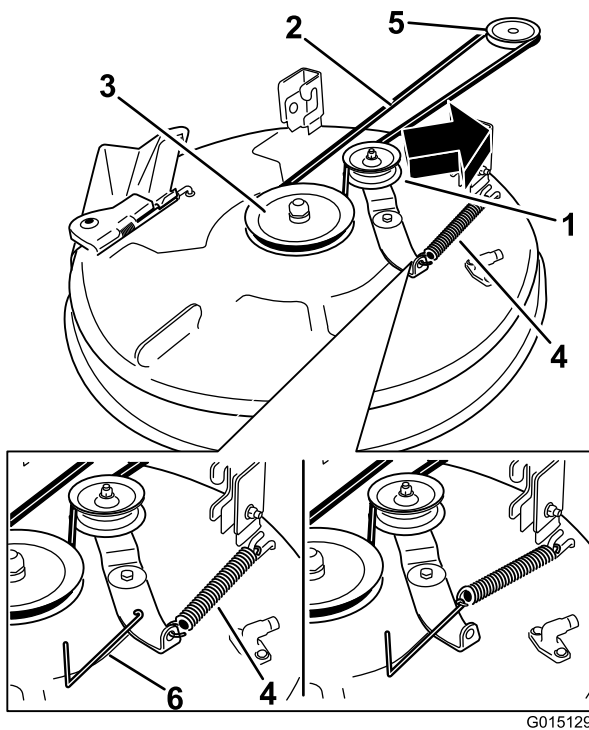

Bild 56
4. Entfernen Sie die Spannscheibenfeder mit einem Werkzeug zur Federentfernung (Toro Bestellnummer 92-5771) vom Mähwerkhaken, um die Spannung von der Spannscheibe zu nehmen, und rollen Sie den Riemen von den Spannscheiben (Bild 56).
- Verlegen Sie den neuen Riemen um die Motor- und Mähwerkriemenscheiben (Bild 56).
- Setzen Sie die Spannscheibenfeder mit einem Werkzeug zur Federentfernung (Toro Bestellnummer 92-5771) auf den Mähwerkhaken, um die Spannscheibe und den Mähwerkriemen zu spannen (Bild 56).